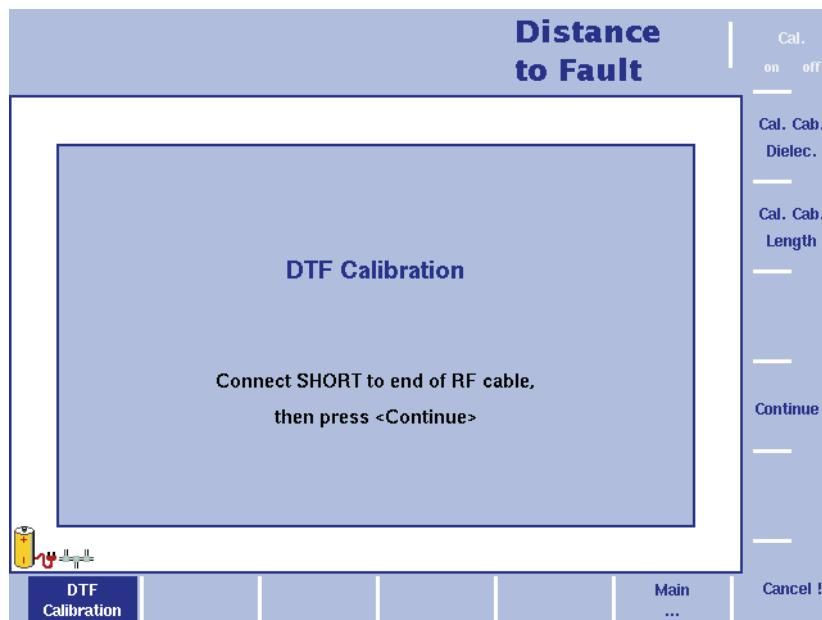

Abb. 48 Kalibrierungsmenü Distance to Fault
- 5 Der 9103 führt Sie Schritt für Schritt mit Hinweisen auf dem Bildschirm wie in Abbildung 48 durch den Kalibervorgang. Schließen Sie auf Aufforderung den Kalibriersatz an das Verlängerungskabel für den Prüfanschluss an und drücken Sie auf **Continue**. Sie können den Kalibervorgang mit dem Softkey **Cancel !** abbrechen.